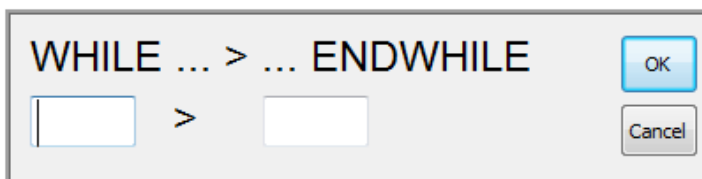

Рис. 3.4. Интерфейс встроенной формы команды WHILE
- установите параметры в интерфейсе (рис. 3.4);